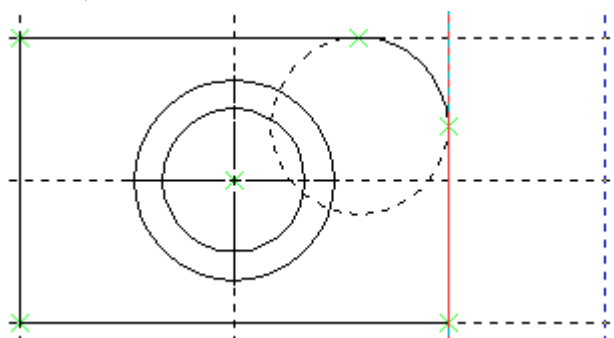

Рис. 1.27
10. Создать вид справа. Для этого выберем в автоменю команды «Построения|Прямая» пиктограмму , переместим курсор к линии построения, соответствующей правой границе детали и нажмем левую клавишу мыши. При этом выделится вертикальная линия построения, и новая параллельная вертикальная линия будет перемещаться за курсором. Это будет левая граница вида справа (рис. 1.27).
Зафиксируем ее в нужном месте нажатием левой клавишу мыши. Эта линия построена относительно правой границы детали, поэтому если правая граница будет передвинута, то новая линия переместится на такое же расстояние. Для переноса новой линии на другое расстояние следует воспользоваться командой редактирования линий построения, а именно «Правка|Построения|Линия построения» и передвинуть ее. При этом мы по-прежнему привязаны к правому краю детали (соответствующая линия построения выделена) (рис. 1.27).
Перейдем к созданию конического отверстия на виде справа. Задача сводится к построению двух прямых, которые были бы параллельны горизонтальной прямой, проходящей через центр окружности (рис. 1.27). При этом они должны соответствовать размерам окружностей. Выбрав в команде «Построения|Прямая» пиктограмму , подведем курсор к горизонтальной линии, проходящей через центр окружности, и нажмем левую клавишу мыши. Отведем курсор вместе с новой линией построения вверх к точке касания